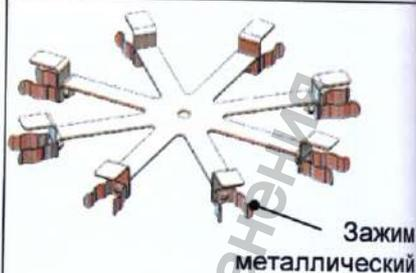

рис.9
- Ламподержатель (рис.9) 1 шт.